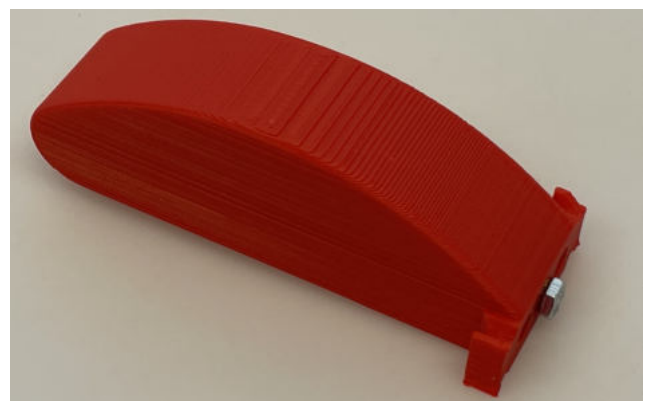

Abb. 13: Die Ballastschraube wird eingesetzt.
- (6) Schalte den Lötkolben aus.
- (7) Drehe eine der beiden M3x40 Schrauben in das Gewinde bis zum Ende (Abbildung 13).